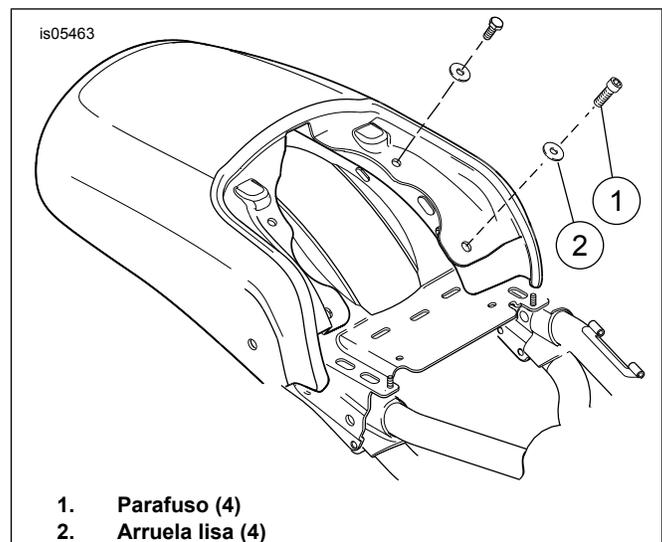

Figura 1. Parafusos de montagem do pára-lama
1. Veja a Figura 1. Remova os quatro parafusos de montagem do pára-lama traseiro (1) e as arruelas (2). Se necessário, mova o ECM para acessar os quatro parafusos de montagem do pára-lama.
6. Veja a Figura 1. Instale os quatro parafusos de montagem do pára-lama (1) e as arruelas (2). Aperte com torque de 20–26 N·m (15–19 ft-lbs).